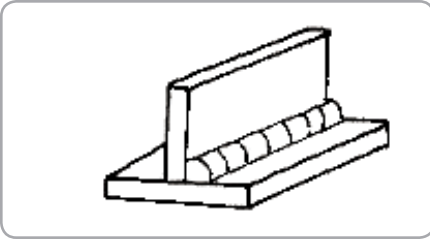

Fig.20
- Îmbinări cu cusături continue; Fig. 20